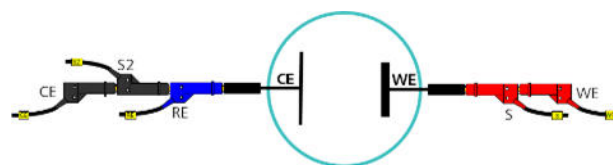

Abbildung 5. Elektrodenanordnung bei Verwendung einer Zwei-Elektroden-Zelle.
Bei der Verwendung einer Zwei-Elektroden-Zelle ist die Leitung der Referenzelektrode mit der Gegenelektrode (CE) verbunden, während die Sense-Leitung mit der Arbeitselektrode verbunden ist (**Abbildung 5**).
Hierbei wird die Potentialdifferenz zwischen den beiden Elektroden zwischen der RE- und S-Leitung gemessen. Wie in Abbildung 5 dargestellt, ist es möglich, die S2-Leitung zusammen mit der Referenzleitung an die Gegenelektrode anzuschließen. Allerdings misst der PGSTAT dann ein Potential von 0 V, da die Potentialdifferenz zwischen zwei direkt miteinander verbundenen Leitungen 0 V beträgt.